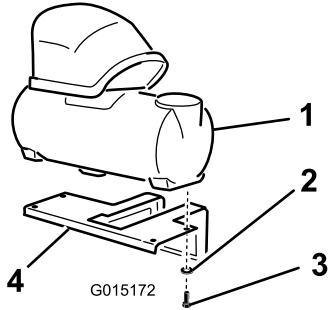

図 3
1. フォーム・タンク・アセンブリを 図 3 に示すように取り付けブラケットにセットする。